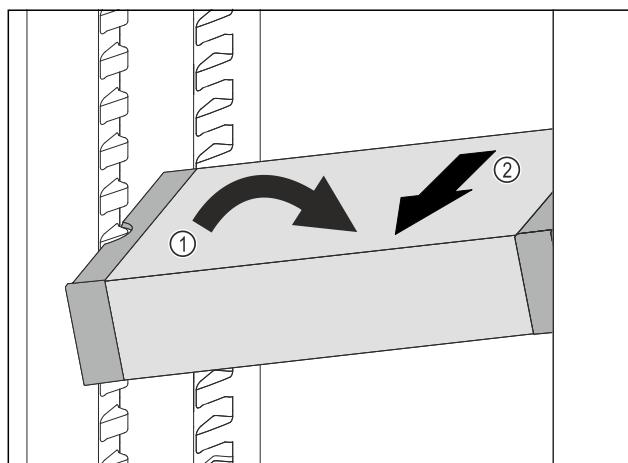

Fig. 83
- Наклонете VarioSafe в хладилната част. *Fig. 83 (1)*
- Извадете VarioSafe напред. *Fig. 83 (2)*